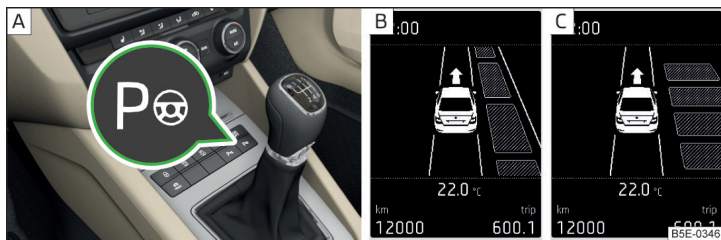

Abb. 153 Systemtaste / Displayanzeige
- Der Einparkvorgang kann jederzeit durch das Drücken der Taste **P** » Abb. 153 auf Seite 135 oder durch einen Lenkeingriff beendet werden.
Das System kann durch das Drücken der Taste **P** aktiviert/deaktiviert werden » Abb. 153 auf Seite 135 - [A].
- Einmal die Taste **P** drücken » Abb. 153 - [A].
- Zweimal die Taste **P** drücken » Abb. 153 - [A].
› Die Symboltaste  drücken » Abb. 153 auf Seite 135.